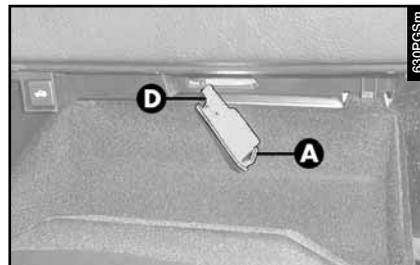

fig. 76
– Sortir le plafonnier en poussant avec un tournevis sur l'agrafe (**A-fig. 76**).
– Réinstaller le plafonnier en le plaçant d'abord d'un côté (**D-fig. 76**) et ensuite en appuyant sur l'autre côté jusqu'à entendre le déclic de blocage.